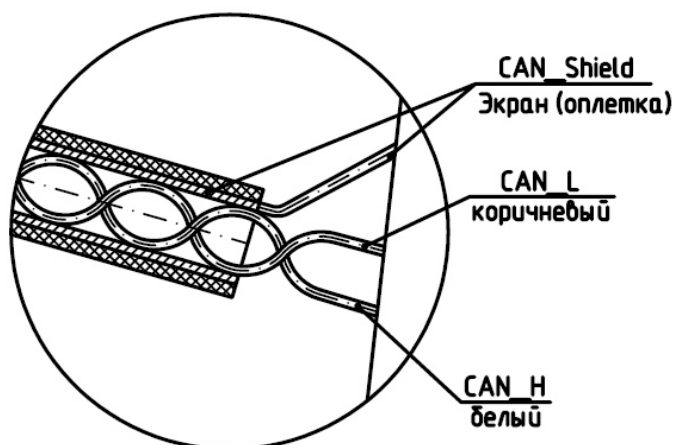

Рис. 5.14.3 – 6 структура CAN кабеля
Рис. 5.14.3 – 5 Пример соединения контрольно-измерительных приборов с помощью CAN кабеля, входящего в жгут щитка приборов, на моделях БЕЛАРУС-2522ДВ/2822ДЦ/3022ДВ
(См. рис. 5.14.3-1)
(См. рис. 5.14.3-2, 5.14.3-1)
- Проверьте предохранитель (Б, 7,5А, блок предохранителей (F3), рис.5.14.3-2). При неисправности замените.
- Проверьте работоспособность реле (K6). При повороте замка (SA11) в первое положение реле должно сработать (наличие щелчков реле), при несрабатывании реле проверьте наличие сигнала на реле от (ЕМС) (провод 94а-Ч), для чего соедините провод (94а-Ч) с помощью тестера с одной из клемм блока предохранителей (F3). При повороте замка в положение (I) тестер должен показывать 12В. При отсутствии сигнала и работоспособности системы по (п.2) необходимо переписать все вторичные коды неисправности и связаться с дилерским центром «Детройт Дизеля» для проведения проверки исправности блока (ЕМС).
(См. рис. 5.14.3-3, 5.14.3-4, 5.14.3-1,)
Может выражаться в затрудненном запуске дизеля при отрицательных температурах (при соблюдении условий эксплуатации трактора и работоспособности остальных систем). Исходя режима работы контрольной лампы свечей накаливания, управляемой блоком управления свечами накаливания (КТ1) (рис. 5.14.3-3, 5.14.3-4), возможны варианты следующих дефектов:
- проверьте предохранители подвесные (FU2, FU3) на 25А (рис. 5.14.3-3, 5.14.3-4); если они неисправны, то замените их.
- проверьте исправность свечей накаливания, входящий в комплект (А2) (рис. 5.14.3-3, 5.14.3-4); сопротивление исправной свечи накаливания должно быть 2,5 Ом.
Это означает, что не подается напряжение на клемму «87» реле свечей накаливания К9 (рис. 5.14.3-3, 5.14.3-4) при подаче управляющего сигнала с блока (КТ1).